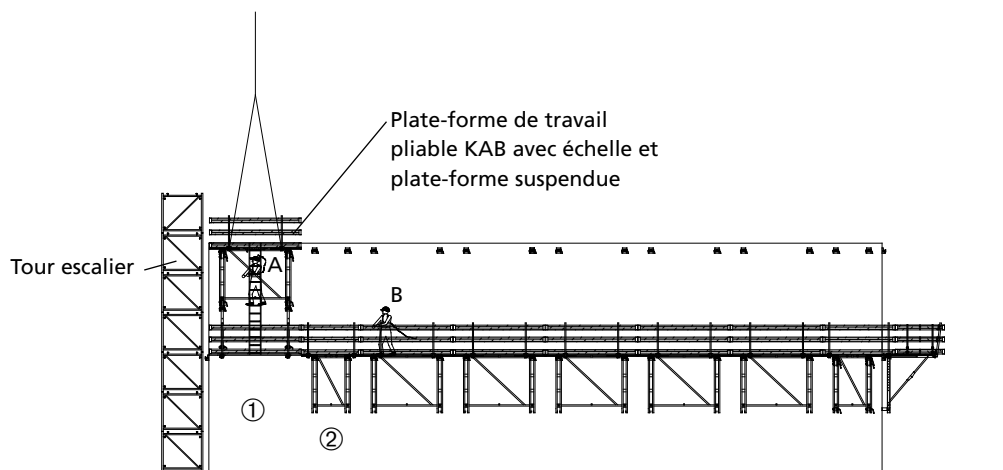
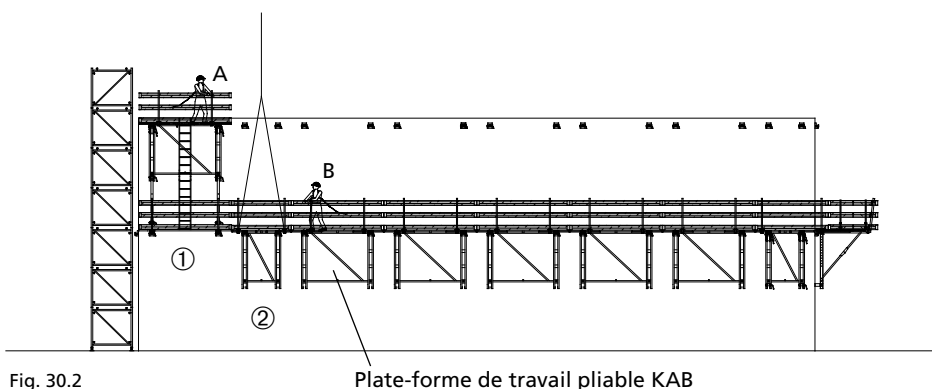

Fig. 30.1
Fig. 30.2
7. La personne A accède au plateau supérieur de la plate-forme en passant par l'échelle (fig. 30.1) et retire l'élingue. La personne A, sécurisée contre les chutes de hauteur grâce à son équipement de protection individuelle (EPI), reste en position sur le plateau de la plate-forme qui vient d'être levée ① (fig. 30.2).
8. La personne B fixe les élingues sur la plate-forme suivante ②, puis déverrouille les sabots d'accrochage KAB avant de quitter la plate-forme ② (fig. 30.2).